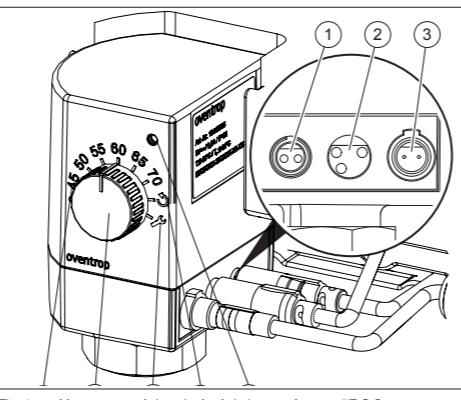

Fig. 1: Moteur avec réglage intégré de la température d'E.C.S.
2. Avant de procéder au montage du moteur, le moteur déjà en place doit d'abord être démonté. Pour le démontage, positionner le moteur sur « Mode service » (voir Fig. 1). Par cette manœuvre, le moteur ouvre et le démontage est facilité.
6. Raccorder les raccordements à emboîtement au moteur (voir Fig. 1).